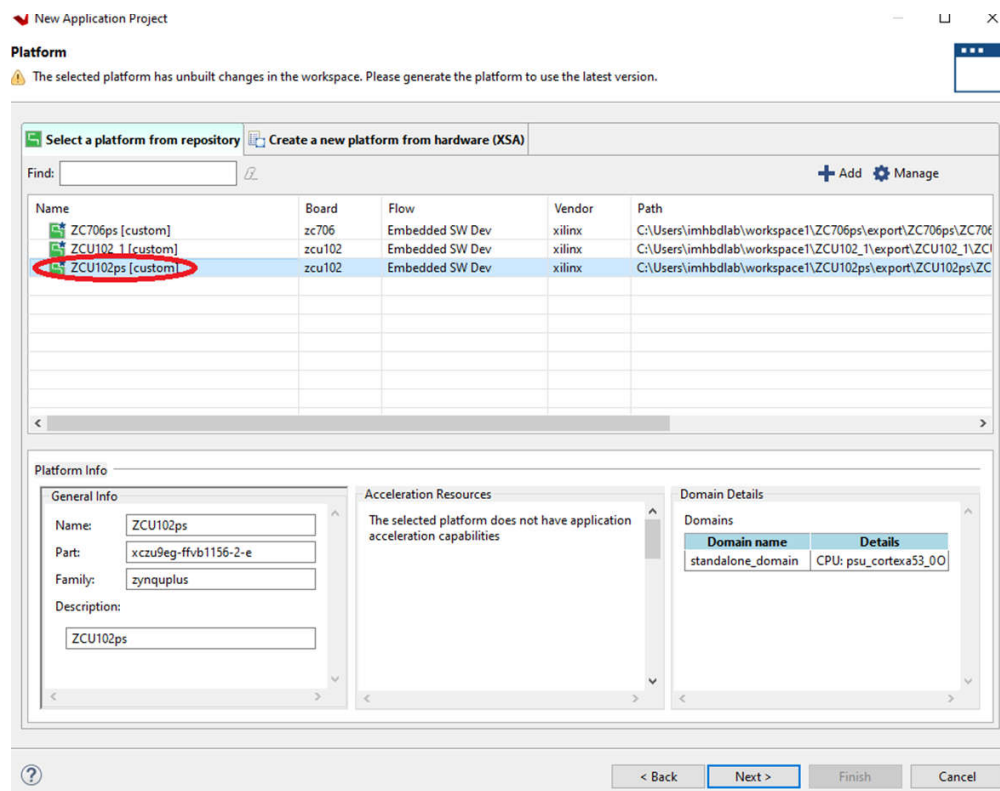

图 7-3. 选择应用工程
3. 选择新创建的平台 **ZCU102ps**，然后点击 **Next** (请参阅图 7-3)。